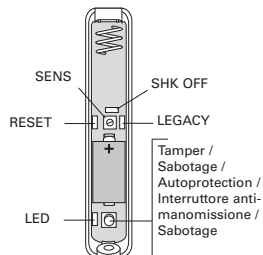

Fig. 3 / Abb. 3 / afb. 3: PCB / Leiterplatte /
3. Configure the links (see Fig. 3):